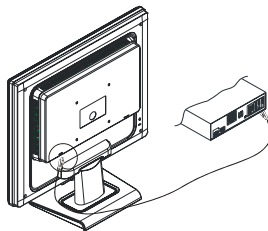

図 1-7
1. オーディオケーブルを PC オーディオカードの“LINE OUT”ジャックに接続するか、または CD-ROM ドライブ前面の“AUDIO OUT”ジャックに接続してください (図 1-7)。